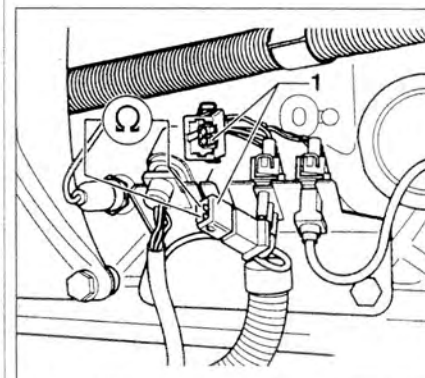

Рис. 3.65. Проверка сопротивления между контактами разъема датчика перемещения иглы форсунки.
2. Отсоедините разъем проводки от датчика 1 (рис. 3.65). Измерьте сопротивление между контактами разъема. **Заданное значение:** 80-120 Ом.